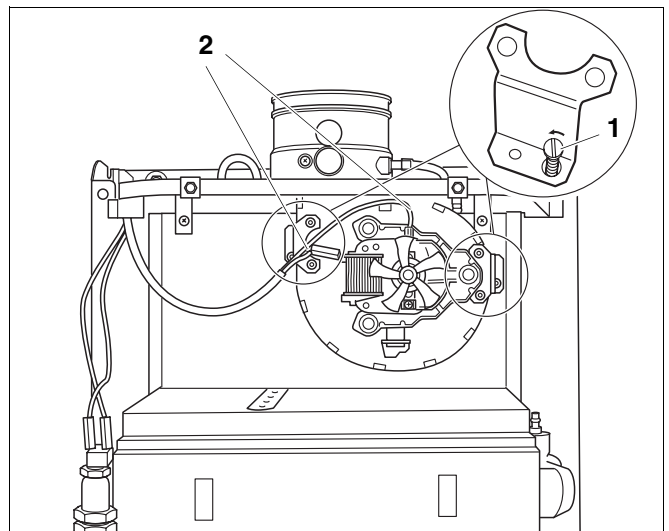

Fig. 11 Remplacer le ventilateur
- Débrancher la fiche de câble (fig. 11, pos. 2) du ventilateur.
- Desserrer deux vis (fig. 11, pos. 1).